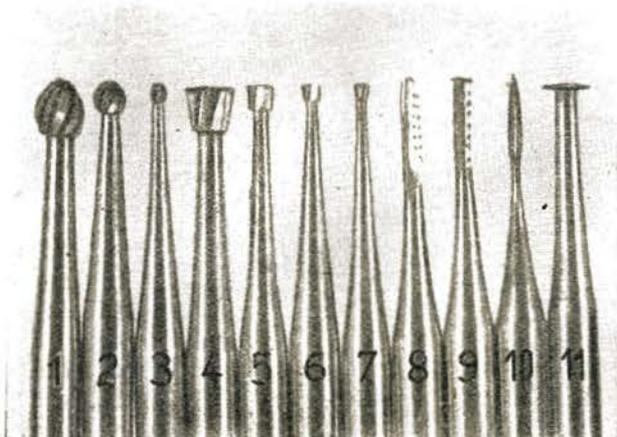
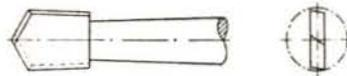

Bild 1 Bohrerformen; 1, 2, 3 Rosenbohrer, 4, 5, 6, 7 Kegelbohrer, 8, 9 Zylinderbohrer, 10 Flammenbohrer, 11 Radbohrer
Bild 3 Kegelbohrer zum Spitzbohrer geschliffen (vergrößert)
Kurz nach meiner Ankunft auf dem Bahnsteig wird die Bereitstellung des FDT 179 gemeldet. Da kommt schon der Eiltriebwagenzug, bestehend aus 2 Trieb- und 2 Steuerwagen (Bild 1). Annähernd 1100 km ist die Tagesleistung dieses Zuges; es muß also noch ein zweiter Zug vorhanden sein. Wie ich einige Tage später aus dem Bild in einer Tageszeitung entnehmen konnte, handelte es sich bei dieser Garnitur um einen dreiteiligen Eiltriebwagenzug auf Jacobs-Drehgestellen mit dieselhydraulischem Antrieb, der mit Scharfenberg-Kupplung ausgerüstet ist und auf längeren Strecken etwas größeren Fahrkomfort bietet (Bild 3). Wegen der geringen Länge der Wagenkästen gegenüber den bekannten Schnelltriebwagen eignet sich dieser Zug besonders gut für uns Modelleisenbahner zum Nachbau.
Bild 1 Dieselelektrischer Eiltriebwagenzug Gattung BC 4 i-VT 137 092 für 100 km/h Höchstgeschwindigkeit, eingesetzt im Plan des FDT 179/180 Dresden—Stralsund und zurück
Bild 3 Dreiteiliger dieselhydraulischer Eiltriebwagenzug der Gattung BC tr Pw 8 VT-13 72 84 für 120 km/h Höchstgeschwindigkeit. Der Anstrich dieses Zuges ist jetzt creme-rot
Bild 1 zeigt die verschiedenen Formen. Die Rosenbohrer (1, 2, 3) haben einen kugeligen Fräskopf. Sie eignen sich zum Abtragen größerer Materialmengen und zum Bohren und Entgraten von Löchern. Kegelbohrer (4, 5, 6, 7) geben beim Fräsen scharfe Kanten. Sie lassen sich mit einem Abziehstein auch leicht nachschärfen. Hieraus kann man Spitzbohrer herstellen. Zylinderbohrer (8, 9), die es mit und ohne Stirnverzahnung gibt, dienen besonders zum Säubern größerer Flächen. Flammenbohrer (10) sind gut zum Aufbohren kleinster Löcher verwendbar, während schmale Schnitte mit dem Radbohrer (11) gemacht werden können.
Durch Zurechtschleifen lassen sich weitere wertvolle Werkzeuge herstellen. Mit einer angeschliffenen stumpfen Spitze (etwa 60°) erhält man einen kleinen Körner, mit einer feinen Spitze eine Reißnadel, die zweckmäßig in einen Holzgriff gesteckt wird. Hierfür lassen sich übrigens auch alte Grammophonplatten recht gut verwenden. Bild 3 zeigt den Anschliff zum Spitzbohrer für kleine Löcher bis etwa 1 mm Durchmesser, die mit Spiralbohrern leicht aufgebohrt werden können. Bekanntlich fällt es schwer, ohne hochoberflächige Bohrmaschine mit dünnen Spiralbohrern zu arbeiten, da die Querschnitte schlecht in das Material eindringt und eine Handbohrmaschine nicht ruhig genug gehalten werden kann. Wem das Bild nicht anschaulich genug sein sollte, der sehe sich einen Drillbohrer bzw. Spitzbohrer an, der als Vorbild dienen kann.